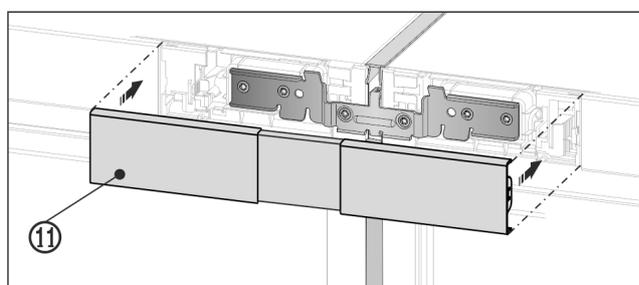

Fig. 29
- ▶ 将上盖板 Fig. 29 (11) 卡紧在两块操作板中间空位处。注意，盖板外侧必须与操作板平整连接。